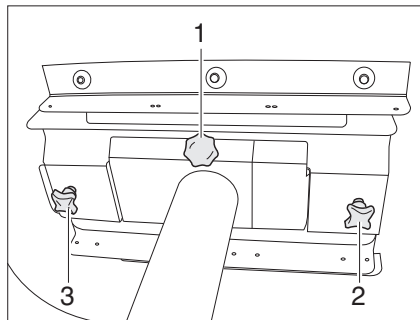

Fig. 80 Mesa fija (vista de abajo)
- Soltar los tornillos de fijación (Fig. 80,2 y 3).
- Desenroscar el tornillo de fijación (Fig. 80,1) completamente.
- Aflojar los tornillos moleteados (Fig. 80,2 y 3).